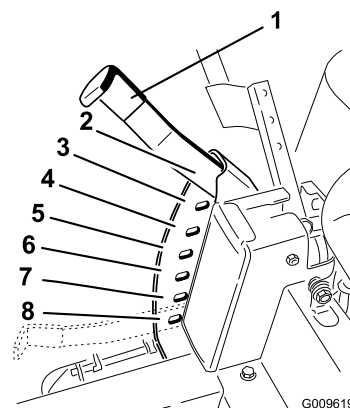

Figura 19
1. Alzate la leva dell'altezza di taglio in posizione di trasferimento, posizione dell'altezza di taglio **G** (115 mm) (Figura 19).